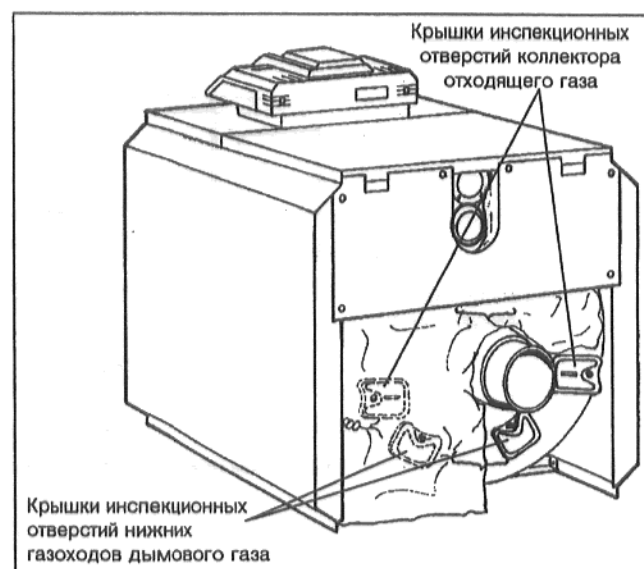

Рис. 49
- Удалить остаточные продукты сгорания из коллектора отходящего газа (Рис. 49).